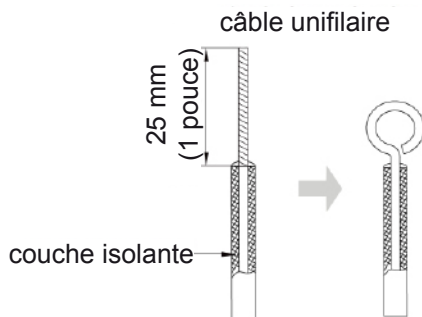

Fig 5.1.1
(1) Connexion du câble (comme sur la fig 5.1.1).